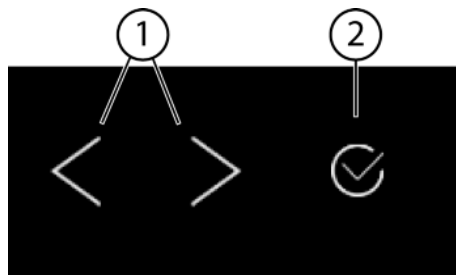
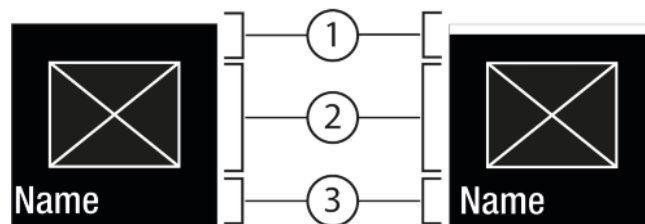
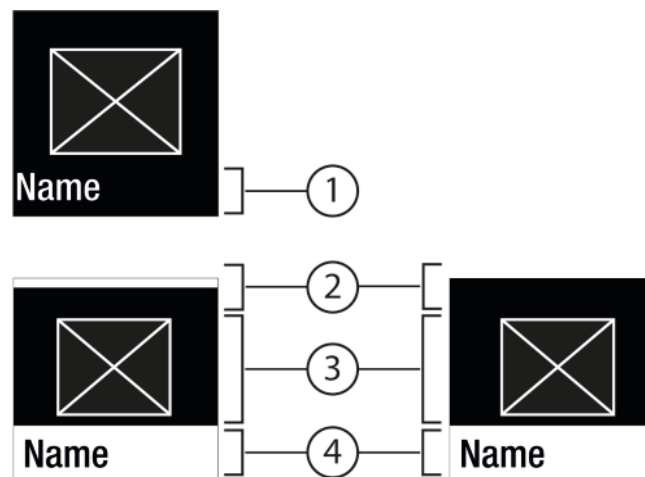

Fig. 3
Fig. 4
Fig. 5
- (1) Стрелка за навигация ляво / дясно (2) Потвърждаване
Стрелка за навигация ляво / дясно Fig. 3 (1):
Потвърждаване Fig. 3 (2):
- Навигиране със стрелка за навигация ляво / дясно Fig. 3 (1).
- С Потвърждаване Fig. 3 (2) функцията / настройката се активира Fig. 4 (1) / деактивира Fig. 4 (1).
- С Потвърждаване Fig. 3 (2) се извиква подменюто Fig. 5 (4).
- Настройване на нова стойност: С Потвърждаване Fig. 3 (2) изберете деактивирана стойност Fig. 4 (1).
- Обратно в менюто: С Потвърждаване Fig. 3 (2) изберете вече активираната стойност Fig. 4 (2).
- ▶ Натискайте стрелките за навигация *Fig. 3 (1)* дотогава, докато се покаже функцията.
- ▶ Натиснете Потвърждаване *Fig. 3 (2)*.
- ▶ Със стрелките за навигация *Fig. 3 (1)* изберете стойността за настройка.
- ▷ Състояние: активирано *Fig. 4 (1)* се появява за кратко в подменюто *Fig. 5 (4)*.
- ▶ Натискайте стрелките за навигация *Fig. 3 (1)* дотогава, докато се покаже Настройка .
- ▶ Натискайте стрелките за навигация *Fig. 3 (1)* дотогава, докато се покаже желаната настройка.
- ▶ Натиснете Потвърждаване *Fig. 3 (2)* в продължение на 3 секунди.